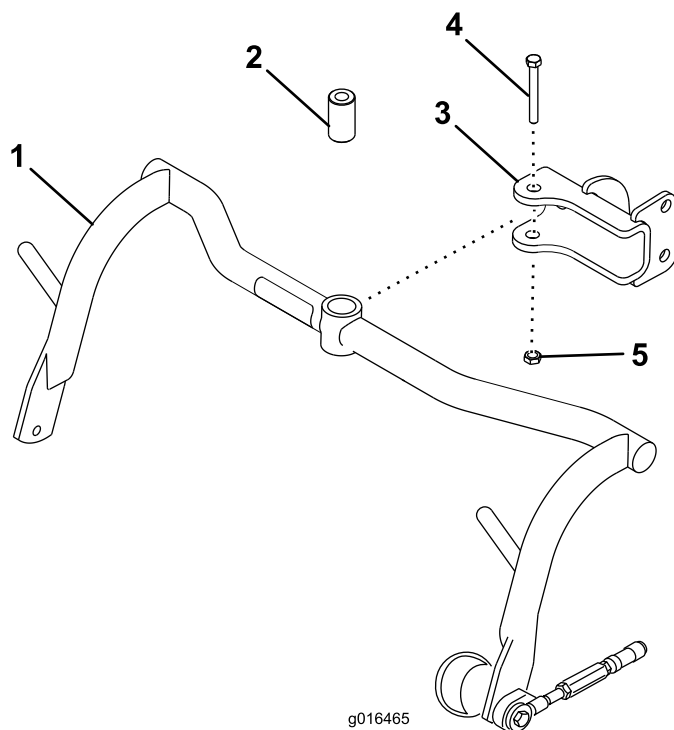

図 8
1. 各クレビスにキャリアフレームを取りつける；スペーサ、1/2 x 3-1/4 インチボルト、1/2 インチロックナットを使用する (図 8)。67-83 ft-lb (91-113 N-m = 3.7-4.5 kg.m) にトルク締めする。